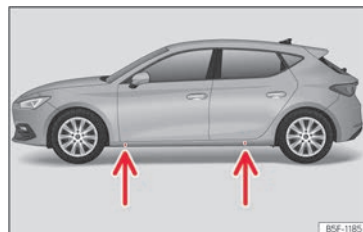

Abb. 264 Aufnahmepunkte für den Wagenheber.
- Suchen Sie am Längsträger die Markierung des Wagenheberaufnahmepunktes (Eindrückung), die dem zu wechselnden Rad am nächsten liegt >>> **[Abb. 264]**.